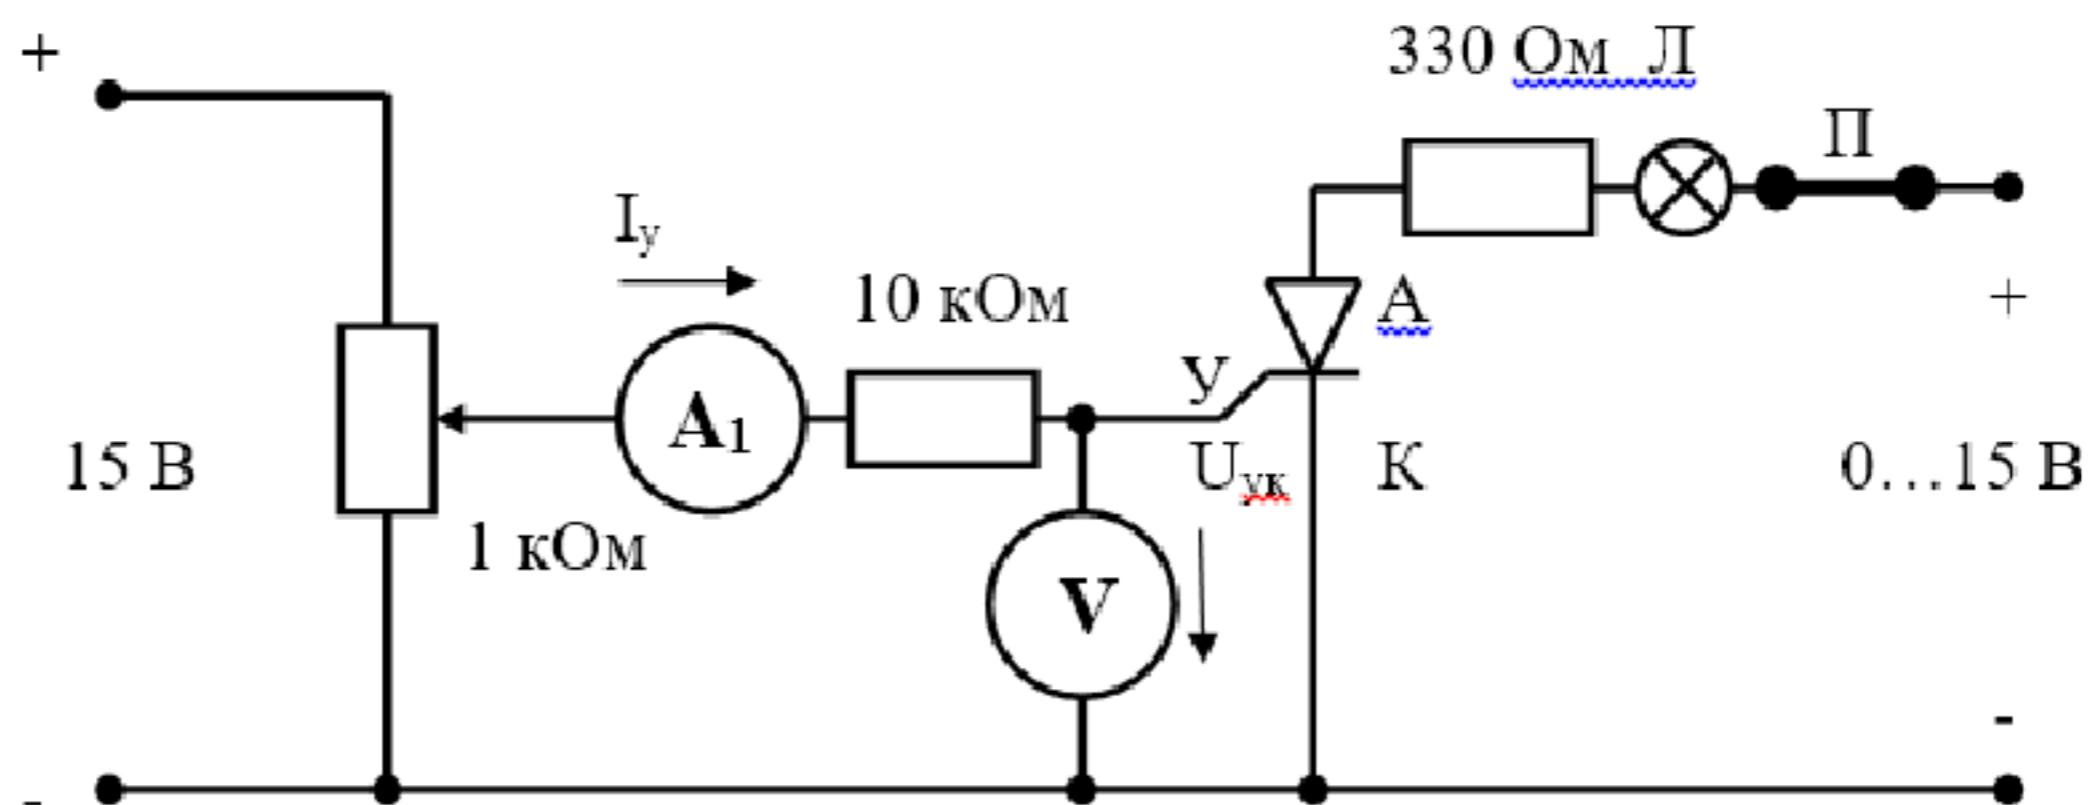

Рисунок 7.1
2. Собрать схему, изображенную на рис. 7.1.